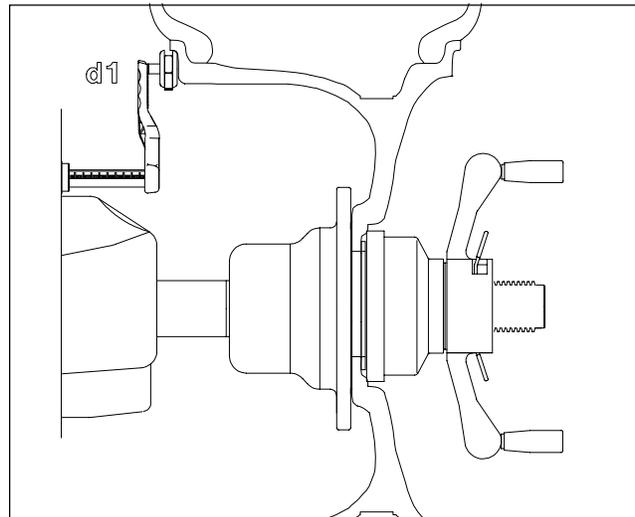

Figure 31
2. Etendre le bras de mesure écart jante et toucher la position du poids gauche. Voir Figure 31. L'afficheur indique "d - 1". La sonnerie haute se déclenche quand la dimension est entrée. Ramener le bras de mesure à la position de repos, la sonnerie basse indiquera qu'il est possible de continuer.